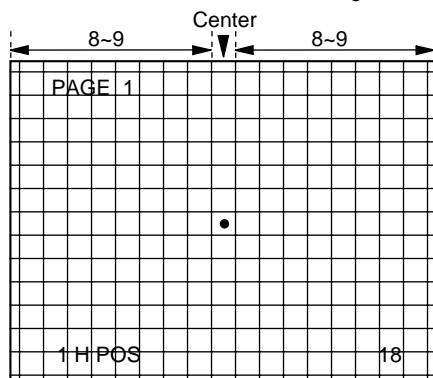

Fig.1-1
- ・ 治具リモコンの音量キーにて、クロスハッチ画面中心のドットマークが真中に位置し、かつ左右のマス目が同数になるように調整する。Fig. 1-1